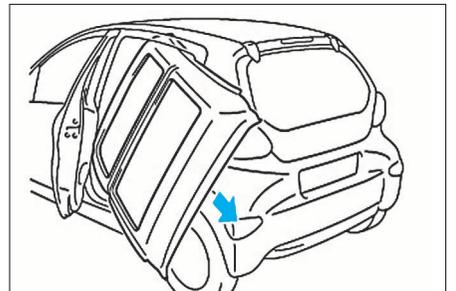

FIG. 127
- Extraire du véhicule la garniture comme illustré (Fig.127).